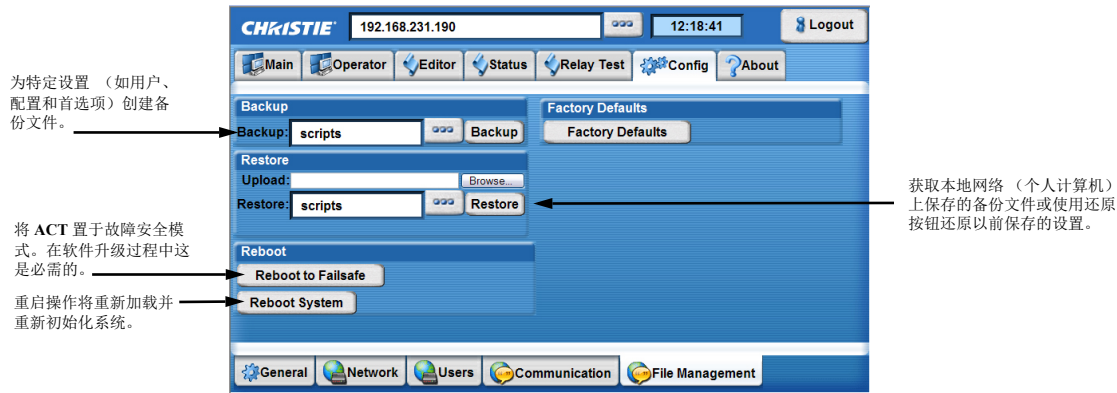

图 3-20 “配置”(Config): “文件管理”(File Management) 选项卡
2. 进入“配置”(Config):“文件管理”(File Management) 选项卡 (图 3-20)。